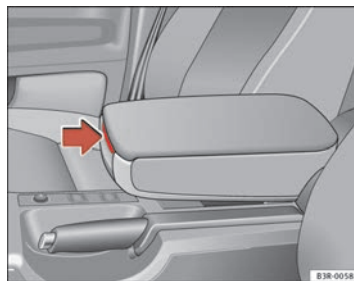

Fig. 115 Bracciolo tra il sedile del conducente e quello del passeggero
- Premere la leva di sbloccaggio ⇒ pag. 149, fig. 115.